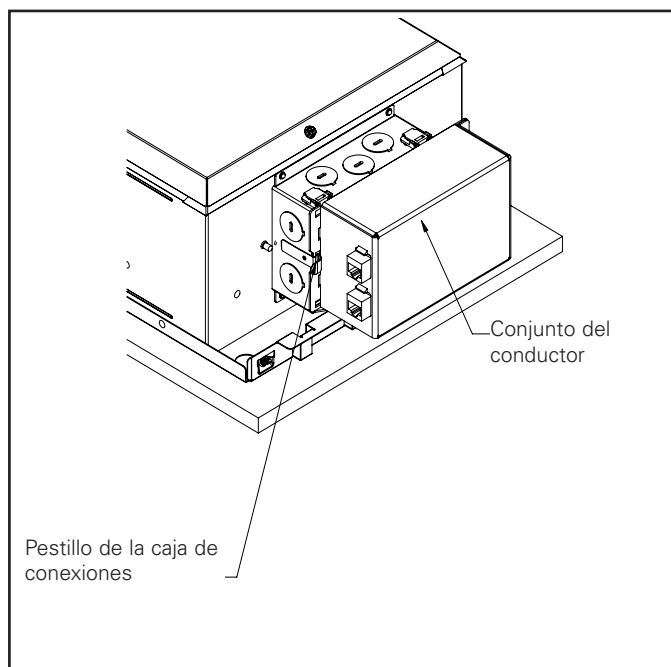

Figura 25
1. Presione el pestillo de la caja de conexiones para extraer el conjunto del controlador (consulte la Figura 25).